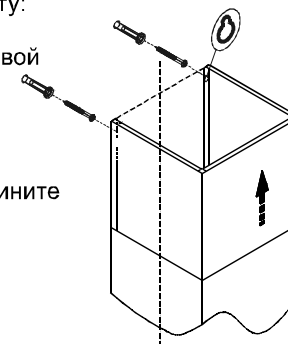

РИС. 4
- 6.2. Установите на зонт комплект из двух телескопических фальштруб (рис. 4);